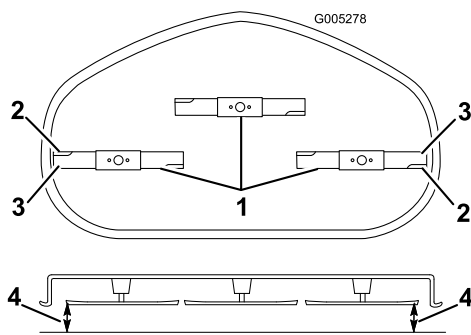

Figura 42
5. Gire cuidadosamente la(s) cuchilla(s) colocándola(s) perpendicularmente al sentido de avance de la máquina (Figura 42). Mida entre los bordes de corte exteriores y la superficie plana (Figura 42). Si hay una diferencia de más de 5 mm entre ambas dimensiones, se requiere un ajuste; siga con este procedimiento.
6. Mida entre los bordes de corte exteriores y la superficie plana (Figura 42). Si hay una diferencia de más de 5 mm entre ambas dimensiones, se requiere un ajuste; siga con este procedimiento.